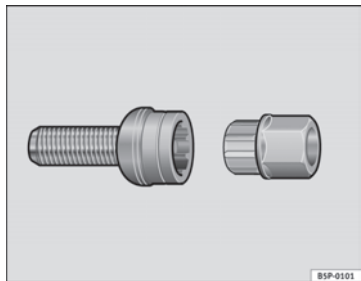

Fig. 134 Sikkerhedsbolt med adapter
- Stik siden med tænderne på adapteren **(B)** ⇒ Fig. 134 helt ind i sikkerhedsboltens **(A)** indvendige tænder, så det kun er den udvendige sekskant, der rager ud.